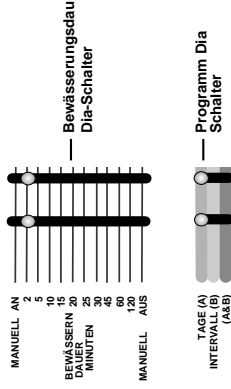

Abb. 9: Schiebescalter
- Stellen Sie den Programm-Schiebeschalter für jede Station, die Sie Programm A oder B, bzw. A und B zuordnen wollen, ein [siehe Abb. 9].